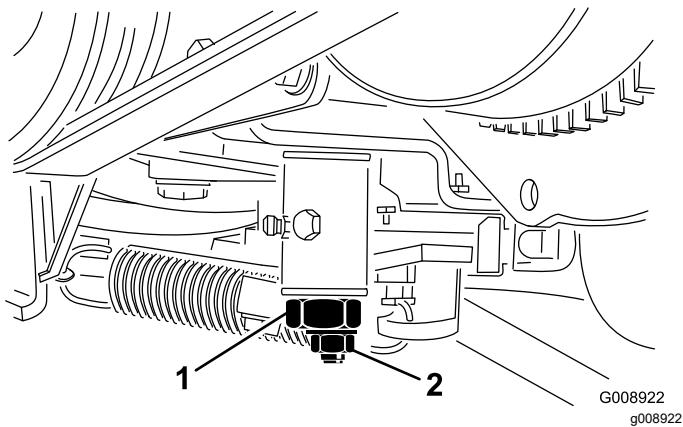

Figure 66
- Desserrez le contre-écrou de la came de réglage de transmission (Figure 66).